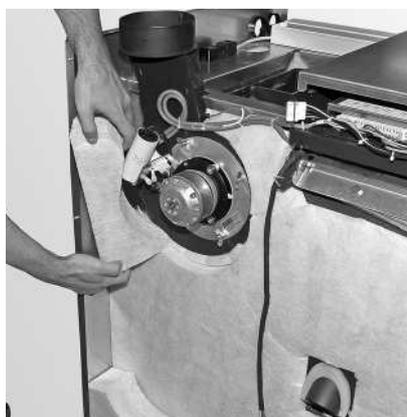

Fig. 29 Rimuovere l'isolamento sul ventilatore gas combusti
- Rimuovere l'isolamento intorno al ventilatore gas combusti - Fig. 29.